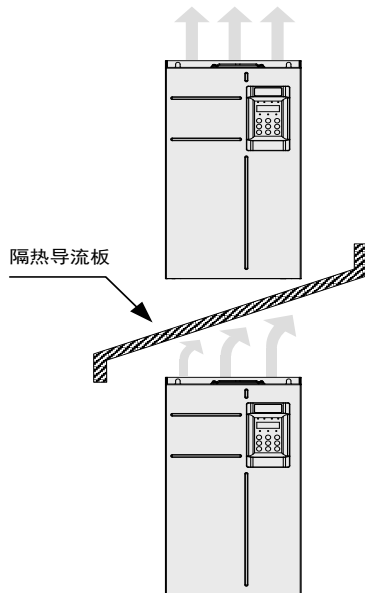

图 2-3 上下排安装要求
- 请垂直向上安装变频器，便于热量向上散发。若柜内有多台变频器时，请并排安装。在需上下安装场合，请参考图 2-3，安装隔热导流板；